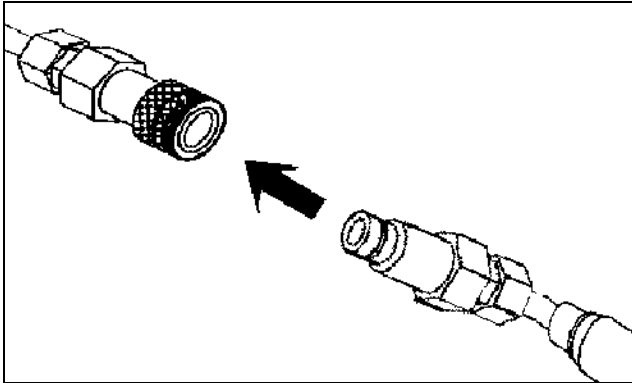

Рис. 4.11 Направление потока масла (главный контур маслостанции HAG•12.2)
**CEDIMA® осуществлено стандартно от штекера к муфте (Рис. 4.11)!**